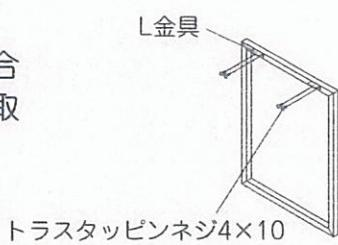
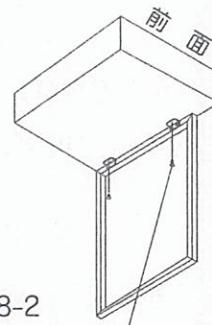

図8-1
図8-2
(1) ドレッサー脚の組立
- ①ドレッサーユニットの引出および化粧品ボックスを取りはずしてください。(間口120cmは化粧品ボックスはありません)
- ②ドレッサー脚に所定のネジでL金具を取付けてください。(図8-1)
(2) ドレッサー脚の取付
- ①ドレッサーユニットの後面、側面に合わせて所定のネジでドレッサー脚を取付けてください。(図8-2)